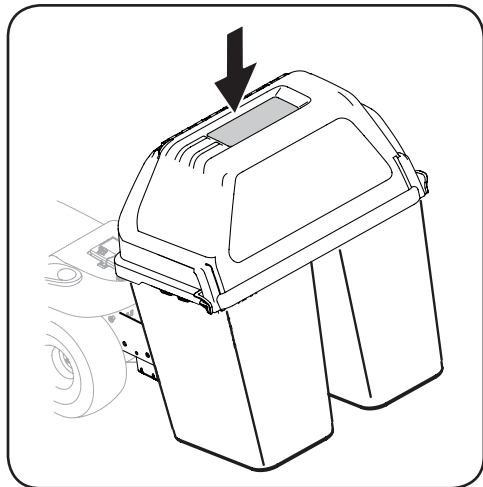

Figure 5-1
1. Pendant l'utilisation, arrêtez le tracteur et observez régulièrement la fenêtre sur le couvercle du bac récupérateur. Voir Figure 5-1.